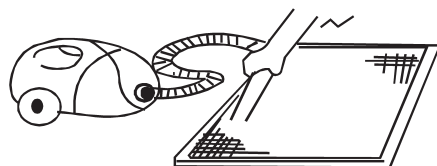

Fig. 1
- O lado de entrada de ar deve estar voltado para cima ao utilizar o aspirador. (Consultar a Fig. 1)